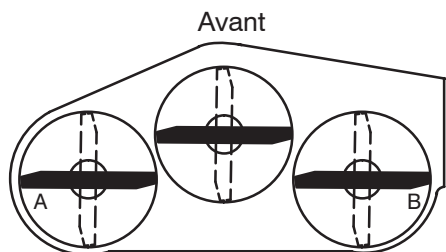

Figure 44
2. Tournez les lames pour qu'elles soient parallèles dans le sens transversal (Fig. 44). Mesurez la distance aux points **A** et **B** (Fig. 44) entre la surface plane et le tranchant des pointes des lames (Fig. 45).